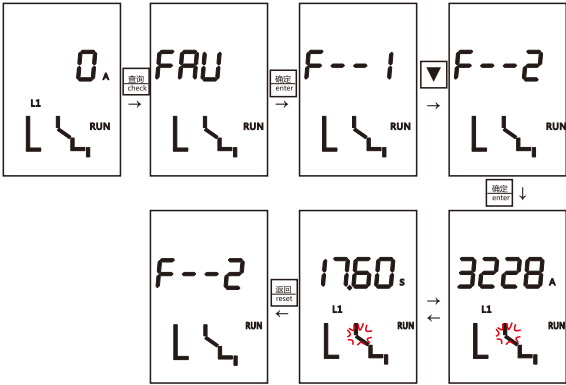

图57 第2次故障记录查询操作
7.5.6.5.3 查询状态：缺省界面按“查询”按键，进入查询状态，在查询状态可查询近10次故障记录、近8次报警记录、断路器操作次数、寿命记录、热容信息。示例见图57~60